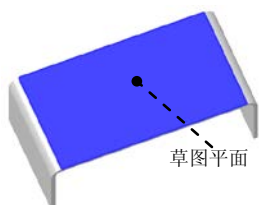

图 6.2.4 选取草图平面
(1) 选取草图平面。在系统单击平的面。的提示下, 选取图 6.2.4 所示的模型表面为草图平面, 进入草图绘制环境。